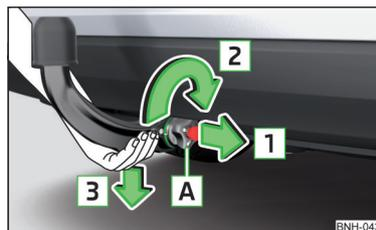

Fig. 144
- Agarre la barra de cabeza esférica **desde abajo** » fig. 144.